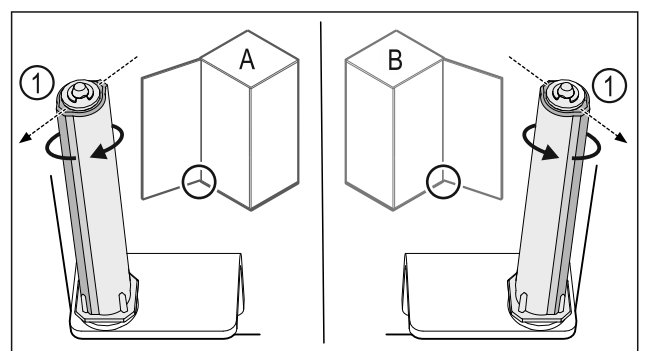

Fig. 49 Розкриття ліворуч (A) / Розкриття праворуч (B)
- Систему закриття повертати проти опору доки перемичка системи закриття Fig. 49 (1) не покажує назовні.